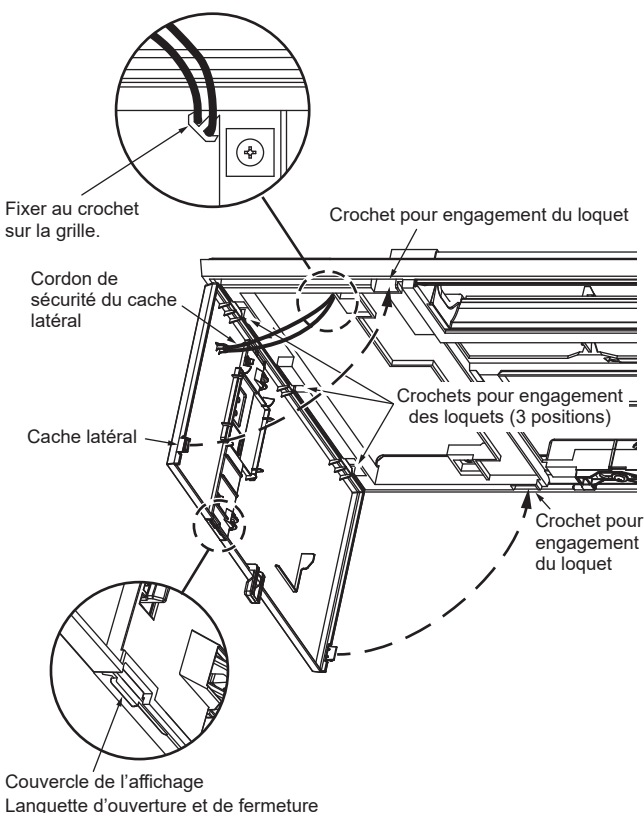

Fig. 8-9
10. Accrochez les cordons de sécurité des caches latéraux G/D à la grille et montez les caches latéraux. (Fig. 8-9)
- Assurez-vous que les taquets des caches latéraux G/D sont bien engagés. (Fig. 8-9)